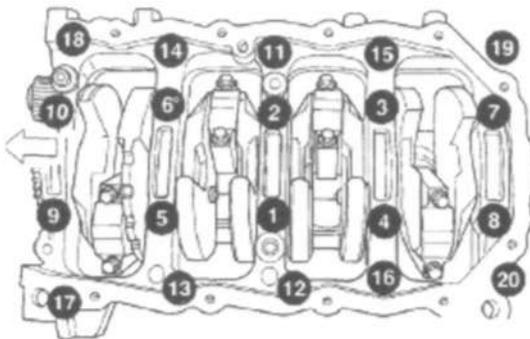

Рис. 50 Порядок затяжки болтов крышек коренных подшипников/основания
- (10) Затянуть болты (1–10) еще раз моментом 41 Н•м +на 1/4 оборота в последовательности, указанной на Рис. 50.